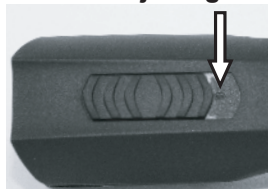

Fig. 4 Kontakt i OFF-position ("0")
1. Kontrollér hårklipperens (1) og batteriets kontakter (2) for fremmedlegemer og snavs.
2. Kontrollér, at skyderkontakten på hårklipperen er i positionen FRA ("0") (Fig. 4).
3. Sæt batteriet (2) i hårklipperen (3), så batterilåsen (1) griber fat på begge sider.
4. Sæt hårklipperen med indsat batteri (1) eller batteriet (2) alene i fordybningen på ladestationen fra oven uden at bruge magt.
6. Batteri oplader. Kontrolllyset lyser rødt (3) under opladningen. Så snart batteriet er opladet 90%, skifter det grønne kontrollys til grønt og opladeren skifter til flydende opladning.
7. Hold fast i opladeren med en hånd, og træk hårklipperen (1) eller batteriet (2) ud med den anden.
1. Sæt kontakten i position "0" (Fig. 4).
2. Skub batterilåsen (2) indad på begge sider, og træk batteriet (1) ud af hårklyperen.
3. Sæt det opladede batteri (1) i hårklyperen (2), så batterilåsen griber fat på begge sider.